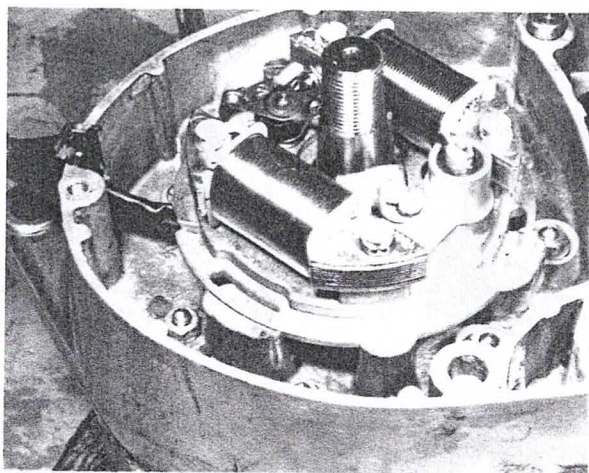

Bild 123
- Der Kondensator kann nur mit einer besonderen Messeinrichtung geprüft werden. Angesichts der geringen Kosten ist es einfacher, einen neuen Kondensator einzubauen und die Auswirkung zu beobachten. Zum Ausbauen des Kondensators den Rotor nach der Beschreibung in Kapitel 2.7.3 abnehmen, und die Befestigungsschraube des Kondensators aus der Statorgrundplatte ausschrauben (Bild 123). Dann kann der Kondensator herausgezogen werden. Beim Einbau des neuen Kondensators auf gute elektrische Verbindungen achten, besonders der Befestigungsschraube, welche die Masseverbindung herstellt. Anschliessend den Rotor und den Seitendeckel wieder einbauen.